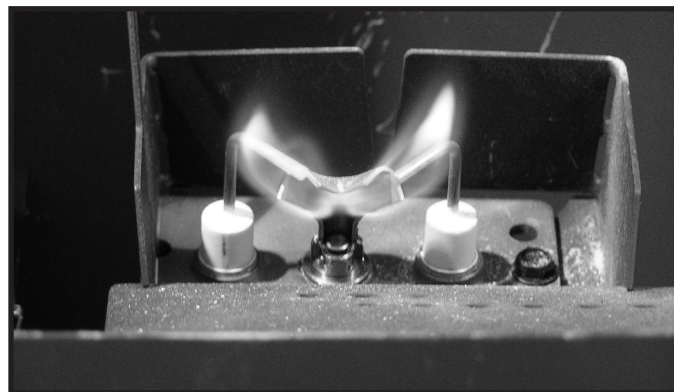

Figure 4.1. Comportement de la flamme de la veilleuse IPI
- Inspectez le comportement et la force de la flamme de la veilleuse. Voir la figure 4.1 pour le bon comportement de la flamme de la veilleuse. Nettoyez ou remplacez la tête d'injecteur à filetage mâle si nécessaire.